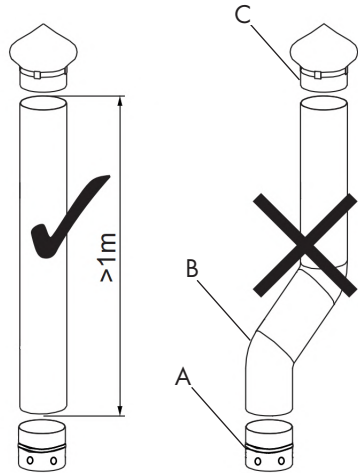

Fig. 9
Para el funcionamiento al aire libre o en locales parcialmente cerrados y bien ventilados sin conducto de humos, coloque un adaptador de humos sencillo en la conexión de humos (A), véase también la fig. 9